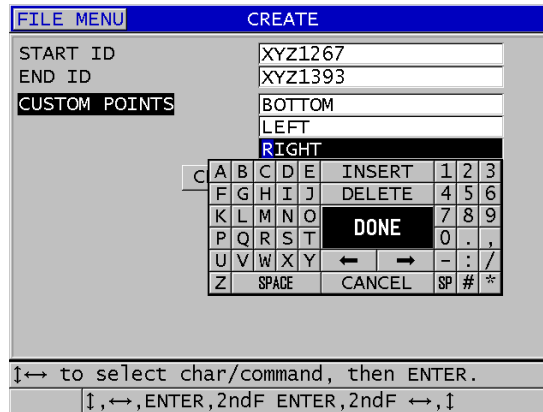

図 11-6 カスタムポイントデータファイルタイプでのシーケンシャルに対する ID 範囲の構成
3. 作成画面で、以下の操作を行います（188 ページの図 11-6 参照）。